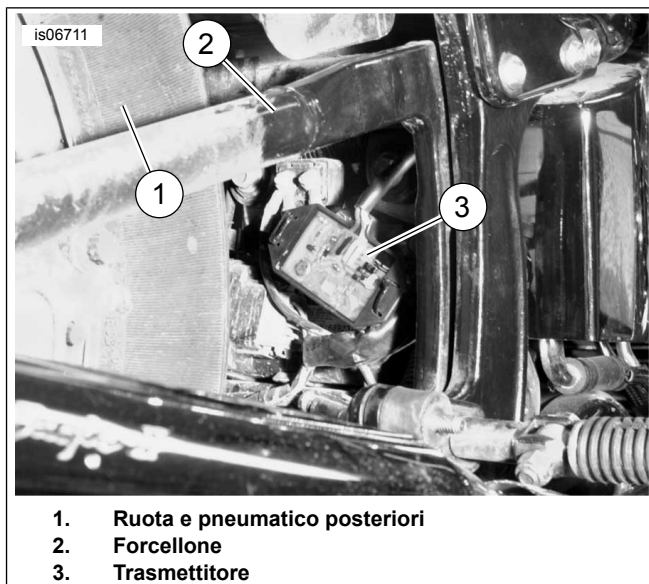

Figura 4. Montaggio del trasmettitore, Softail 2000 e anni successivi, eccetto Deuce (la figura ritrae la FLSTC)
3. Vedere Figura 4. Utilizzare le fascette fermacavi prese dal kit per fissare il trasmettitore (3) al cablaggio ubicato tra il telaio, il forcellone (2) e lo pneumatico posteriore (1).